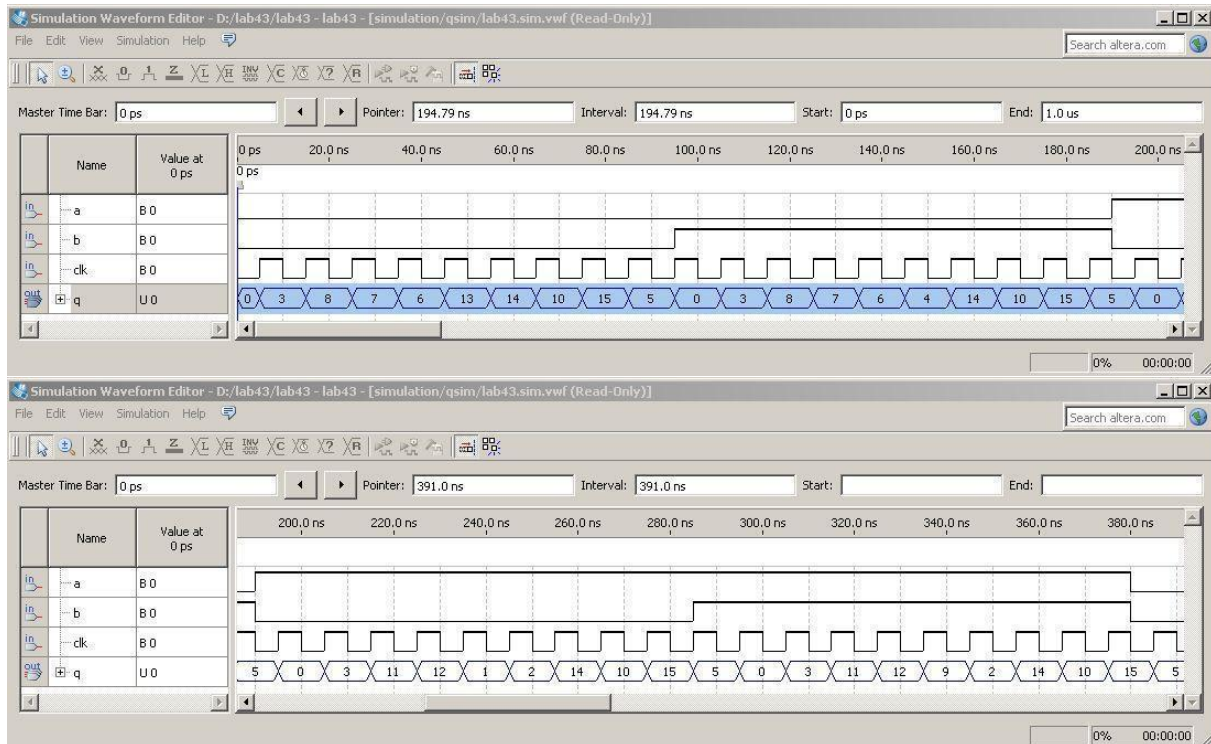

Рис. 6.4. Временные диаграммы
5. Временные диаграммы для этого варианта после компиляции проекта приведены на рис.6.4.